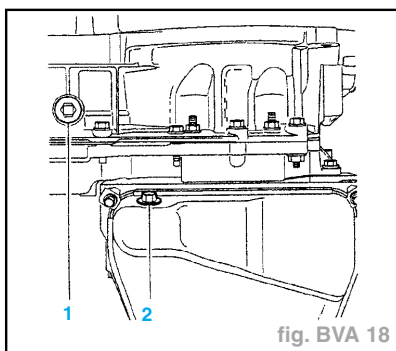

fig. BVA 18
- Déposer les bouchons de vidange (1) et (2) (fig. BVA 18).